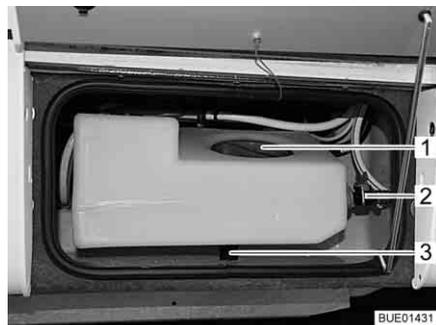
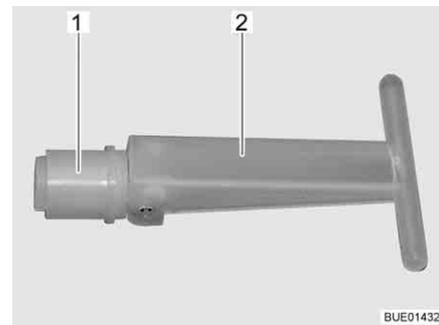

Fig. 223 Depósito de agua adicional
Fig. 224 Tapón de cierre
Al estar abierta la válvula de descarga (Fig. 223,2), la cantidad de llenado estará limitada a aprox. 30 l; el agua excesiva saldrá. Si la válvula de descarga está cerrada, estará a disposición el volumen completo del depósito.
Si se retira el tapón de cierre (Fig. 224,1) en el interior del depósito de agua adicional, el agua saldrá a través del desagüe (Fig. 223,3). Al tapón de cierre se tiene acceso a través de la abertura de servicio (Fig. 223,1).
- Asegurar que el tapón de cierre (Fig. 224,1) en el depósito de agua adicional esté cerrado (el asidero (Fig. 224,2) está plegado).
- Asegurar que esté cerrada la válvula de descarga (Fig. 223,2).
- Abrir la abertura de servicio (Fig. 223,1) del depósito de agua adicional.
- A través de la abertura de servicio, poner el asidero (Fig. 224,2) del tapón de cierre (Fig. 224,1) en posición vertical y extraer el tapón de cierre.
- Abrir la válvula de descarga (Fig. 223,2) del depósito de agua adicional.